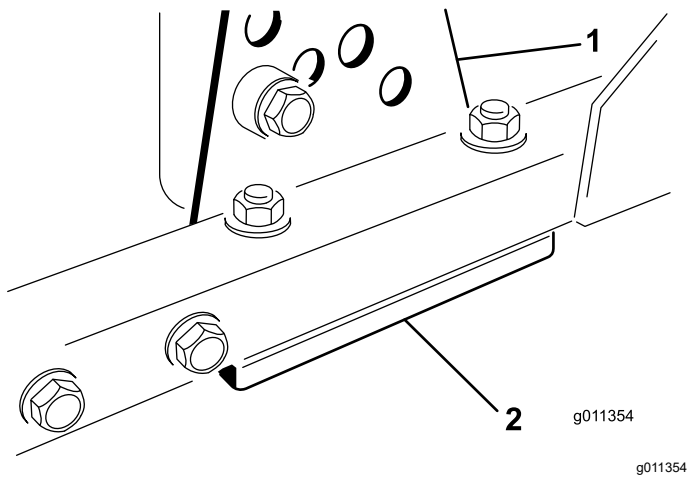

Figura 97
1. Retire el soporte de altura de corte (delantero, izquierdo o derecho) del bastidor de la unidad de corte (Figura 97).
2. Coloque suplementos de 1,5 mm y/o 0,7 mm entre el bastidor de la unidad de corte y el soporte hasta lograr el ajuste de altura deseado (Figura 97).